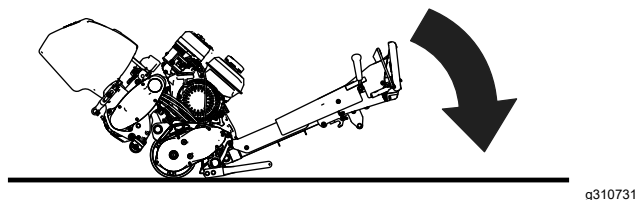

Figura 12
2. Dado della vite di regolazione della barra di appoggio (2)
- Con l'apparato di taglio collegato alla macchina, abbassate l'impugnatura del trattorino al suolo (Figura 12).